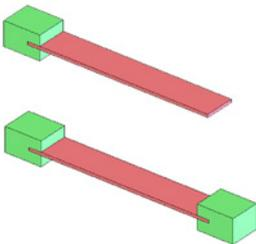

图 1: 悬臂梁 (顶部) 的刚度低于在两端 (底部) 支撑的相同横梁。
3.零件支撑件:带有简单支撑件的横梁的刚度较小,并且相比带有内置支撑件的相同横梁会出现更大弯曲,如图 1 所示。